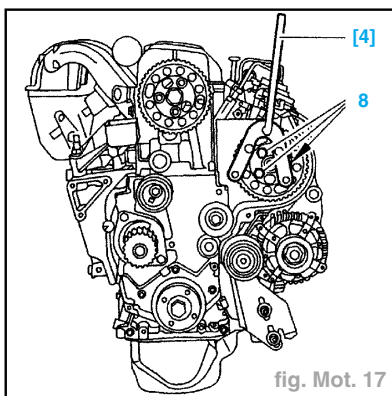

fig. Mot. 17
- Desserrer les vis (7).
- Maintenir le pignon à l'aide de l'outil [4] pour dévisser les vis (8) (fig. Mot. 17).
- Desserrer les vis (8).
- Positionner le pignon de l'arbre à cames à fond de boutonnière, sans serrer les vis de fixation (7) (*).
- Positionner le pignon de la pompe d'injection à fond de boutonnière, sans serrer les vis de fixation (8) (*).